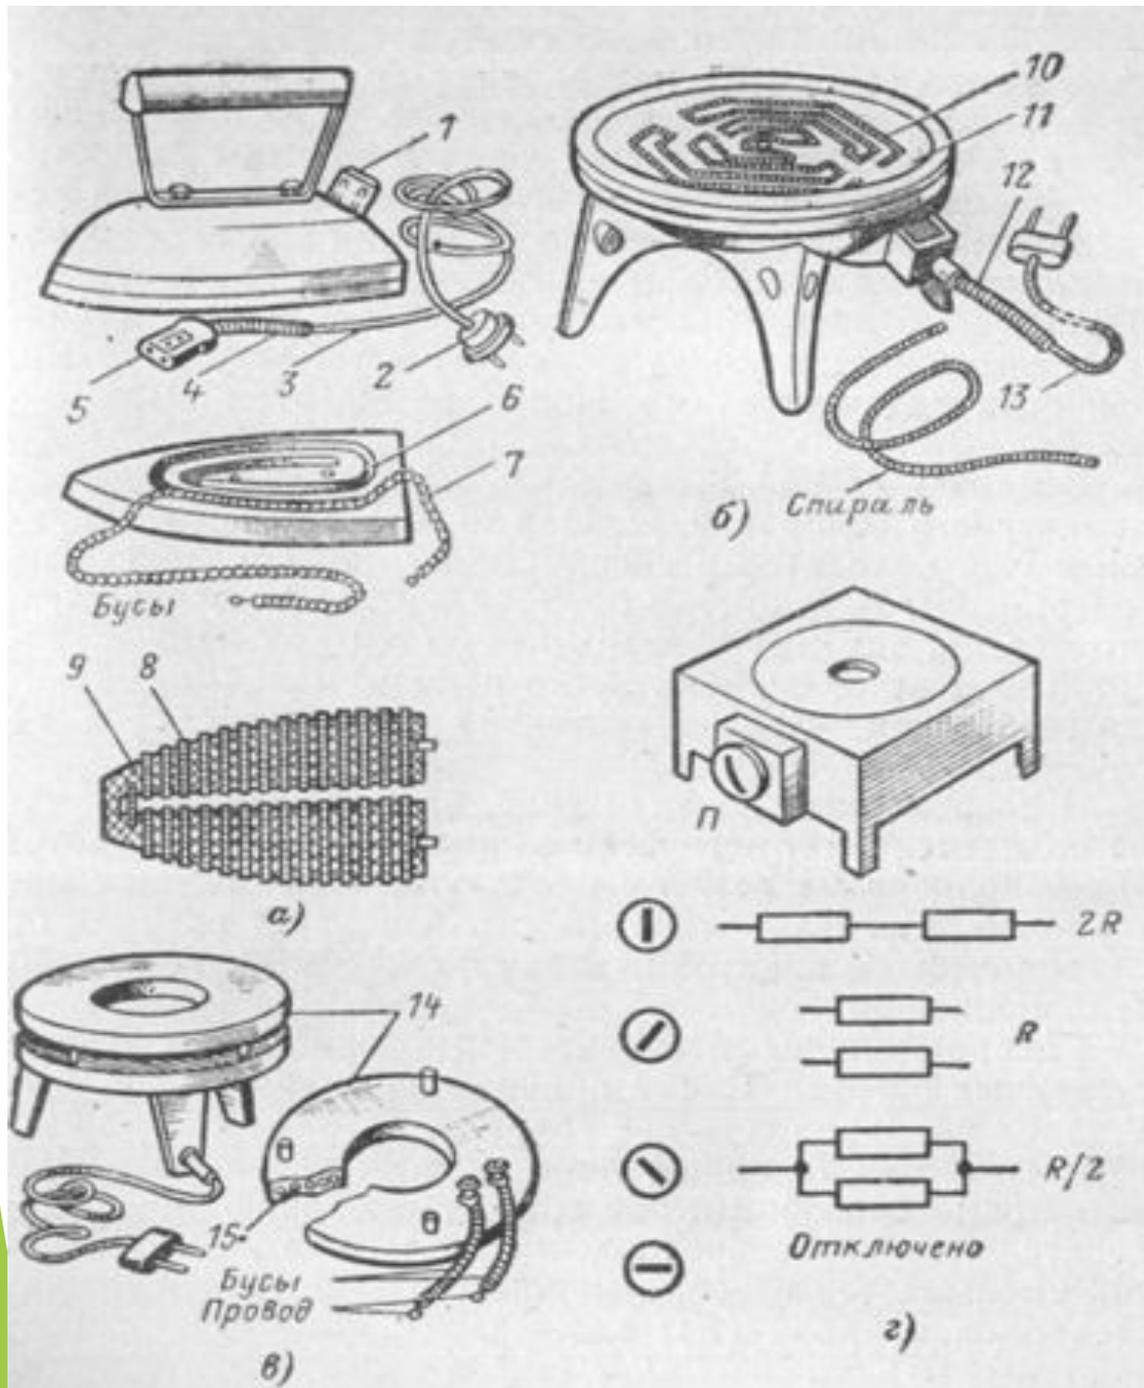

Рис. 3. Утюг (а), плитки с открытой (б) и закрытой (в) спиралями. Схема нагревательного прибора с двумя степенями нагрева (г)
- ▶ На рис. 3,6 участок проводки, где сделано ответвление к штепсельной розетке, показан в большем масштабе.
Электронагревательные приборы получили широкое распространение, примеры исполнения некоторых из них показаны на рис. 3–5. Во всех бытовых электронагревательных приборах нагревается спираль из жаростойкой проволоки или плоской ленты (обычно из нихрома), когда по ней проходит ток.
В утюге (рис. 3, а) проволочная спираль заключена в фарфоровые бусы и уложена в пазы подошвы утюга. В другой конструкции лента навита на пластину из миканита (склеенные кусочки слюды). Такой нагревательный элемент заключают между двумя электроизолирующими пластинами и кладут на подошву утюга. В настоящее время простые утюги (рис. 3, а) применяют редко. Обычно утюги снабжают терморегуляторами, а иногда увлажнителями.
В плитке на рис. 3,б спираль уложена в пазы керамического основания. Плитки с открытыми спиралями еще находятся в эксплуатации, но они далеко не совершенны. К открытой спирали легко прикоснуться, а это опасно, так как спираль находится под напряжением. Кроме того, спираль легко облить, например кипящим молоком, что значительно сокращает срок ее службы.
В современных плитках (рис. 3, в) спираль обычно находится в герметически закрытой коробке, которая заполнена магнезитом или другим аналогичным материалом. Магнезит электрически изолирует спираль от металлического корпуса коробки и способствует хорошей теплопроводности.
На рис. 3–5 ясно видно, что электронагревательные приборы, независимо от конструкции, включаются в сеть при помощи штепсельных розеток и вилок. Но в одних конструкциях шнур съемный (рис. 3,а). С одного конца у него вилка, а с другого – гнезда в корпусе из изолирующего материала (иногда гнезда имеют отдельные корпуса). Гнезда надеваются на штырьки (рис. 3,о и 4,а), к которым присоединены концы нагревательной спирали (ленты). В других конструкциях, например на рис. 3,б, шнур присоединен наглухо.
Обратите внимание на то, что у ввода в плитку (рис. 3, б) на шнур надета резиновая трубка, а на вводе в приборную розетку (рис. 3, а) надета проволочная пружина. Как резиновая трубка, так и пружина (применяется и то, и другое) предохраняют шнур от сильных перегибов, предотвращая обламывание проводников.